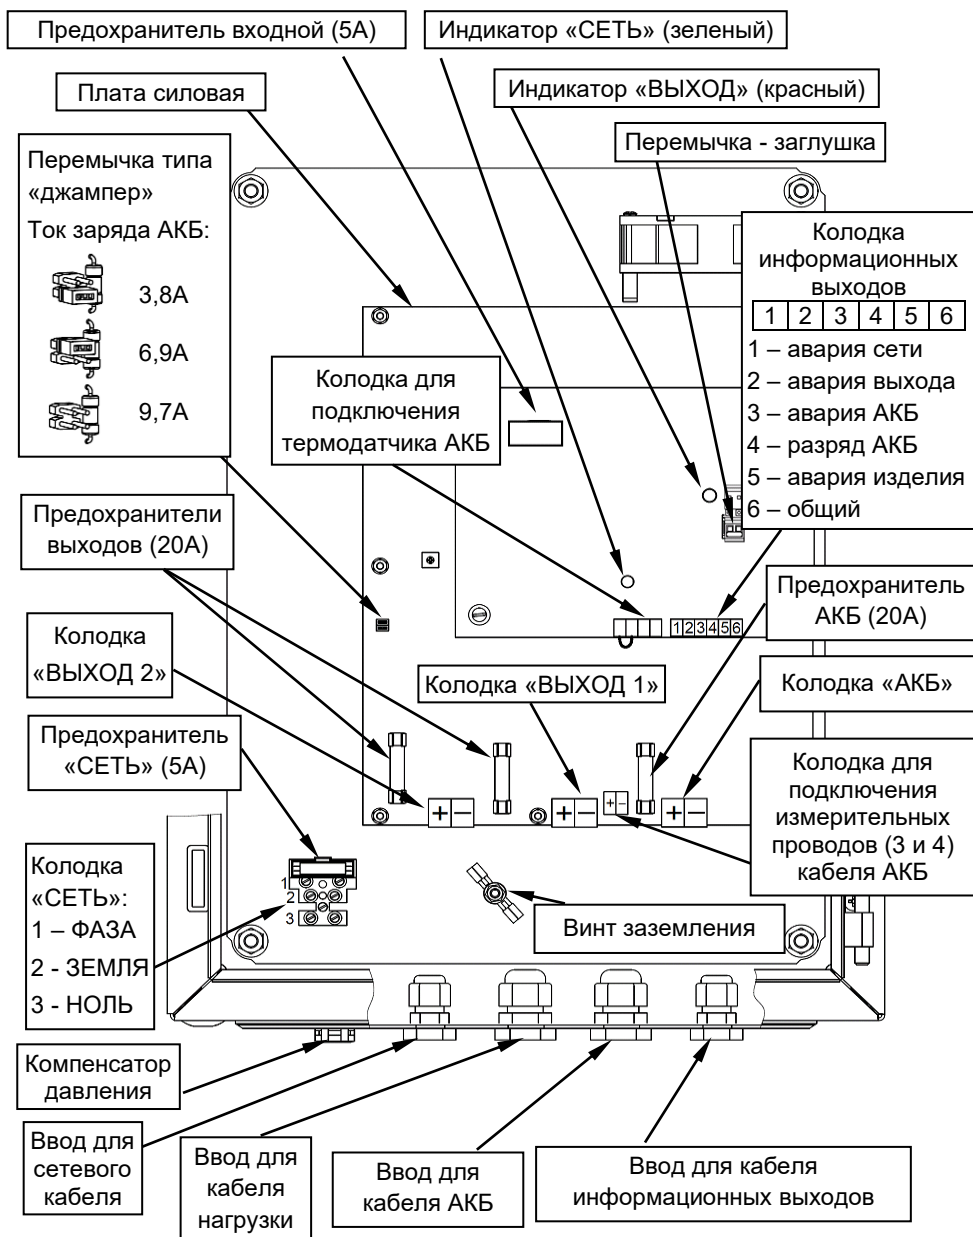

Рисунок 2 - Вид изделия с открытой дверцей
Подвод проводов сетевого питания, выходной нагрузки и АКБ осуществляется через герметичные кабельные вводы, установленные на нижней стенке корпуса (см. рисунок 2). При открытой дверце осуществляется доступ к печатным платам изделия и расположенным на них предохранителям, перемычкам, клеммным колодкам и индикаторам «СЕТЬ» (зеленого цвета) и «ВЫХОД» (красного цвета).
Изделие обеспечивает ограничение тока заряда АКБ. Выбор одного из трех значений ограничения тока заряда АКБ осуществляется установкой/удалением соответствующей перемычки типа «джампер» (см. рисунок 2) в соответствии с рекомендациями таблицы 2.
Схемой источника предусмотрен разъем, контакты которого замкнуты предустановленной перемычкой-заглушкой (заводская установка). Разъем расположен на плате управления (см. рисунок 2) и предназначен для подключения внешнего управляющего контакта «ВЫХОД» (например: контакт внешнего реле, кнопки или тумблера).
Подключение внешних цепей к изделию в соответствии с назначением клемм подключения (см рисунок 2) следует выполнять в следующей последовательности:
- провод заземления подключить к клемме 2 (ЗЕМЛЯ) на колодке «СЕТЬ» (см. рисунок 2).
- установить перемычками требуемое значение ограничения тока заряда АКБ (см. рисунок 2 и таблицу 2);
- проверить наличие и исправность предохранителей, расположенных на плате силовой и плате управления (см. рисунок 2);
- подключить с соблюдением полярности к клеммам колодки «НАГРУЗКА» кабель питания нагрузки (см. рисунок 2).